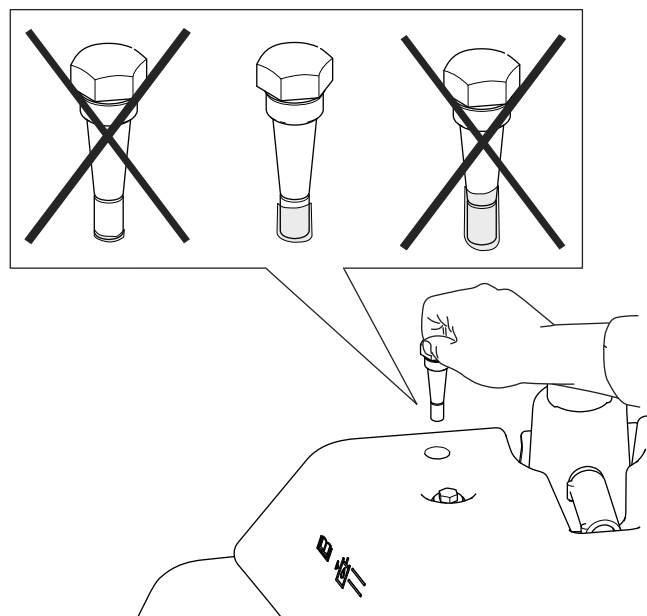

图 56
4. 取出量油尺并检查液压油位。如果液压油介于量油尺上的标记之间表明油位足够。如果油位未介于标记之间则需要相应调整液压油位 图 56。